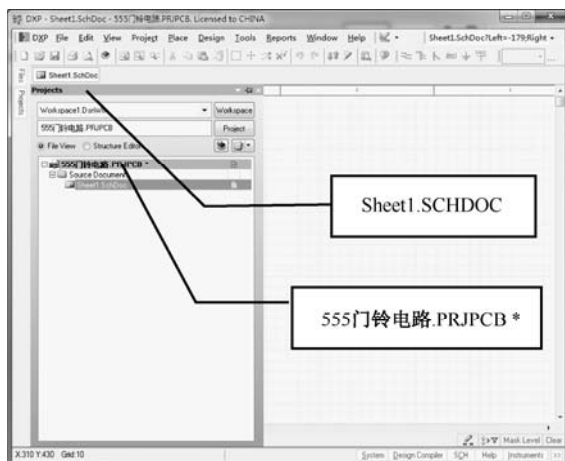

图 2-1-7 原理图编辑器工作界面
(5) 此时，进入电路原理图设计工作窗口，整个原理图编辑器工作界面如图 2-1-7 所示。
注意如图 2-1-7 所示的标注,“555 门铃电路.PRJPCB”文件名后面多了一个“*”号,它说明这个工程文件有更新,但还没最终保存。